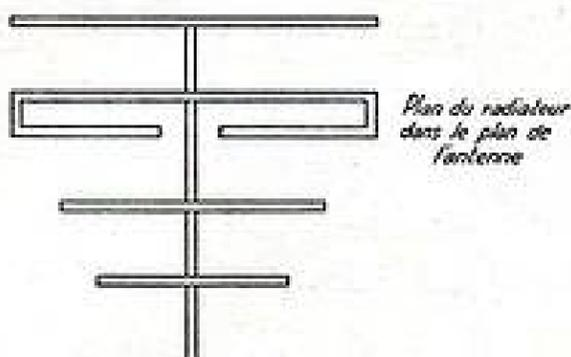

FIG. 4
e) Utiliser un radiateur dit replié (voir figure 3A et 3B) monté de telle façon que son plan (voir figure 4) coïncide avec le plan de l'antenne.